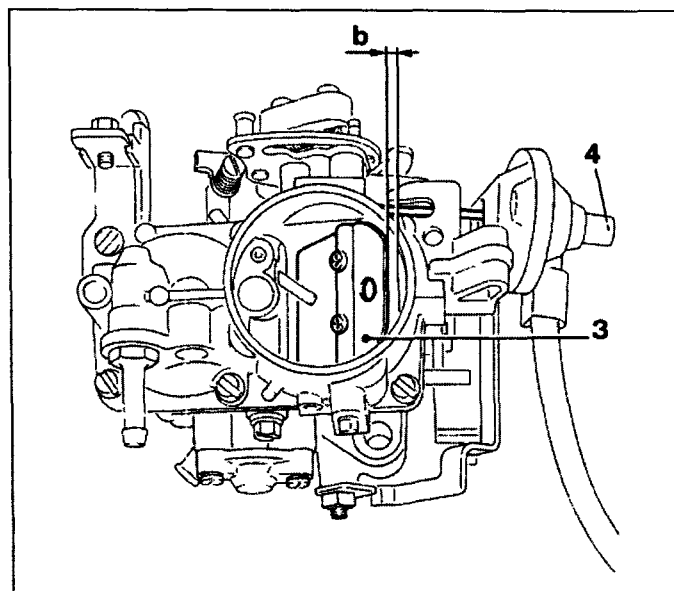

Рис. 4.34 Регулировка привода пускового устройства
34 Снимите пробку в крышке диафрагменного блока и, если необходимо, отрегулируйте его вращением винта (4) - рис. 4.34. По окончании регулировку пробку замените.